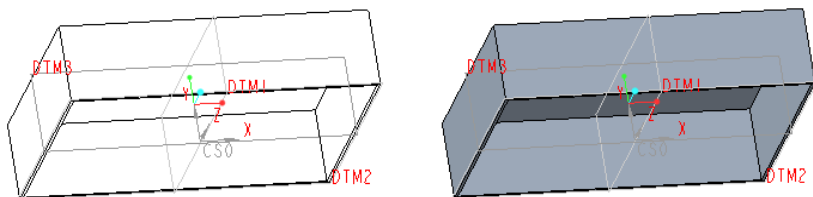

图 7-19 转换为钣金件第一壁
(4) 在“壳”选项卡中设置壁厚厚度值为“1.5”。
(5) 在“壳”选项卡中单击  (完成) 按钮，原始实体模型转换为钣金件的第一壁，转换后的模型效果如图 7-19 所示。